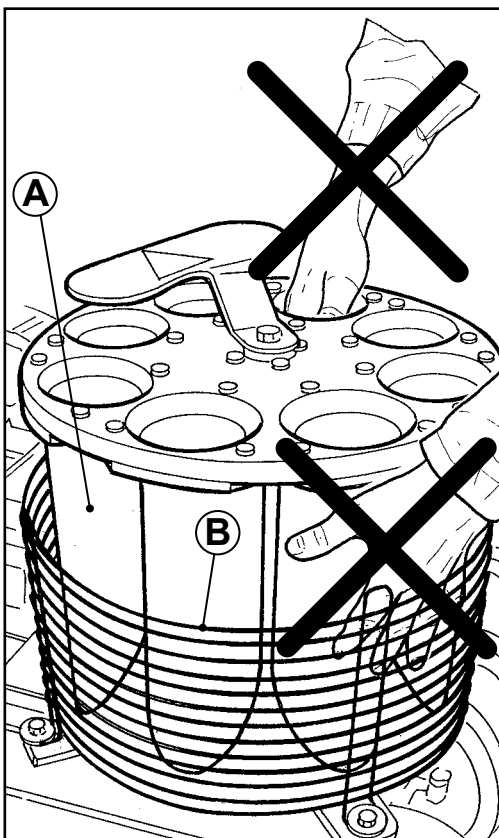

Fig. 6
ATTENZIONE! PERICOLO DI TRASCINAMENTO E SCHIACCIAMENTO! È assolutamente vietato introdurre le mani o inserire oggetti all'interno dei bicchieri (Fig. 6) per rimuovere eventuali inceppamenti, in quanto durante la movimentazione degli organi ci si esporrebbe ad un rischio di lesione per gli arti. È altresì importante stare attenti a non infilare le mani tra il gruppo distribuzione piantine (A) e la griglia di protezione (B): **PERICOLO DI TRASCINAMENTO.**
ATTENTION! DANGER OF DRAGGING AND CRUSHING! It is strictly forbidden to insert the hands or items inside the plant cups (Fig. 6) to remove any jamming, since there is risk for the limbs because of moving parts. It is also important to pay attention to not insert hands between the seedling distribution unit (A) and protection grid (B): **DANGER OF DRAGGING.**
objets à l'intérieur des godets (Fig. 6)
(Fig. 6) para extraer eventuales atascos, ya que